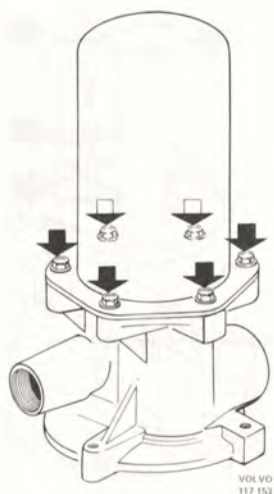

Bild 69
4. Märk upp läget och demontera torkarhuset (bild 69).